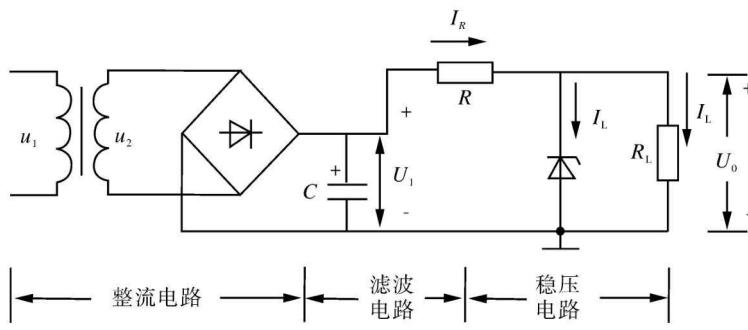

图 2-1-2
(4) 并联型稳压电路
① 电路结构(如图 2-1-2 所示)
② 引起电压不稳的原因: